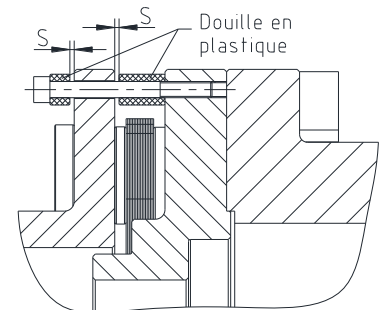

Fig. 9: jeu axial réduit
- Après le montage final de l'entretoise, remontez les vis et douilles pour le jeu axial réduit (voir fig. 9). Prendre en compte la côte S de jeu axial selon plan. Pour cela, respectez le jeu axial S selon la fiche technique.